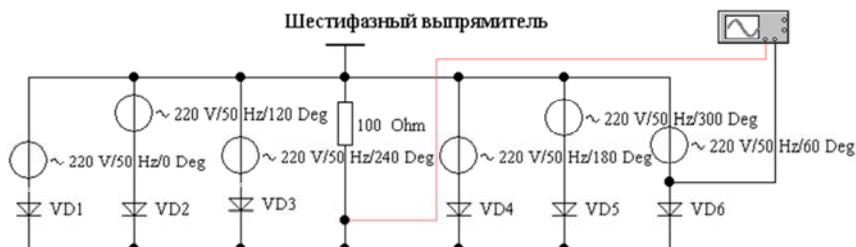

Рис. 18.1. Шестифазный выпрямитель (файл **rec_6faz.ewb**)
1. Исследование многофазных выпрямителей. Рассмотреть работу шестифазного выпрямителя (файл **rec_6faz.ewb**, рис. 18.1).